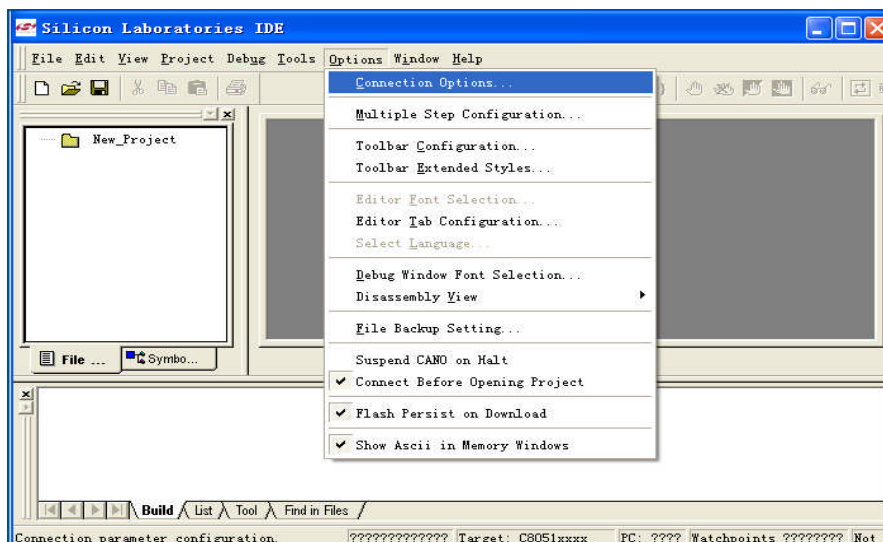

图 2
3. 安装结束，打开 IDE 集成开发环境，在新建或打开原有的项目后，点击主菜单“Options”选择“Connection Options...”选项（如图 2 所示），进入图 3 界面。